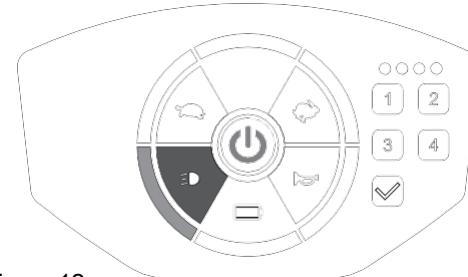

Figure 12
- Appuyez à nouveau sur la touche pour éteindre les feux. Le voyant [ ] est éteint sur le panneau (figure 12).